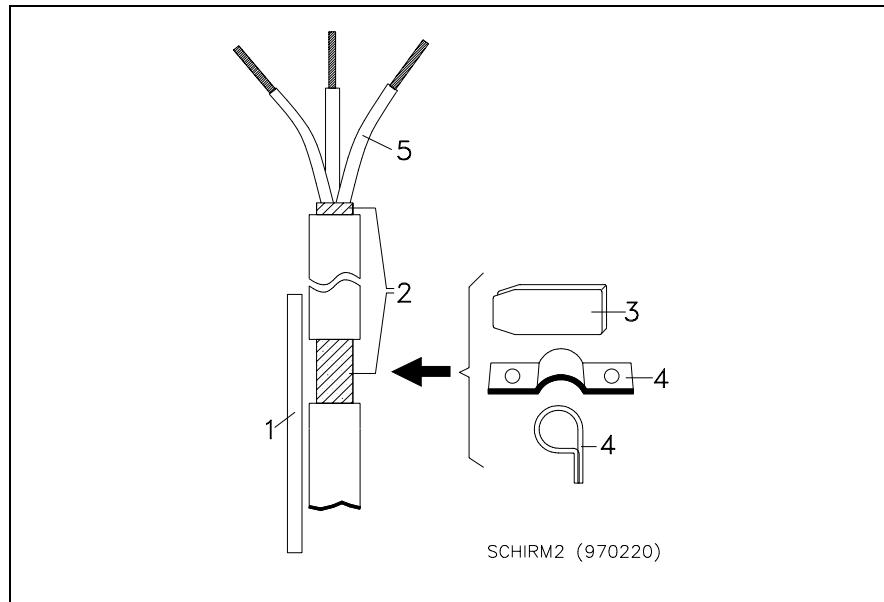

Figure 2 :Raccordement d'un blindage
- ◆ Le raccordement d'un blindage doit se faire sur une surface importante et avec une impédance négligeable, par exemple en serrant une bride (3 ou 4) sur une platine ou une barre collectrice (1). Ce principe permet de laisser le blindage (2) recouvrir les conducteurs (5) jusqu'à leur point de raccordement (voir la figure 2).